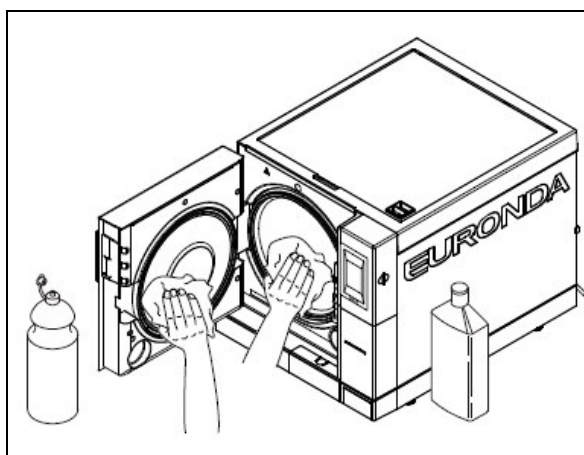

Abb. 9.2-1
Die Sterilisationskammer mit einem feuchten, nicht reibenden Tuch sorgfältig reinigen (Abb. 9.2-1), nachdem der Tablett-Träger entnommen worden ist.
2. Den Verschluss im oberen Bereich des Ventils (Abb. 9.2.1-1) durch Linksdrehung bis zum Endanschlag losschrauben, bis er sich leer dreht.